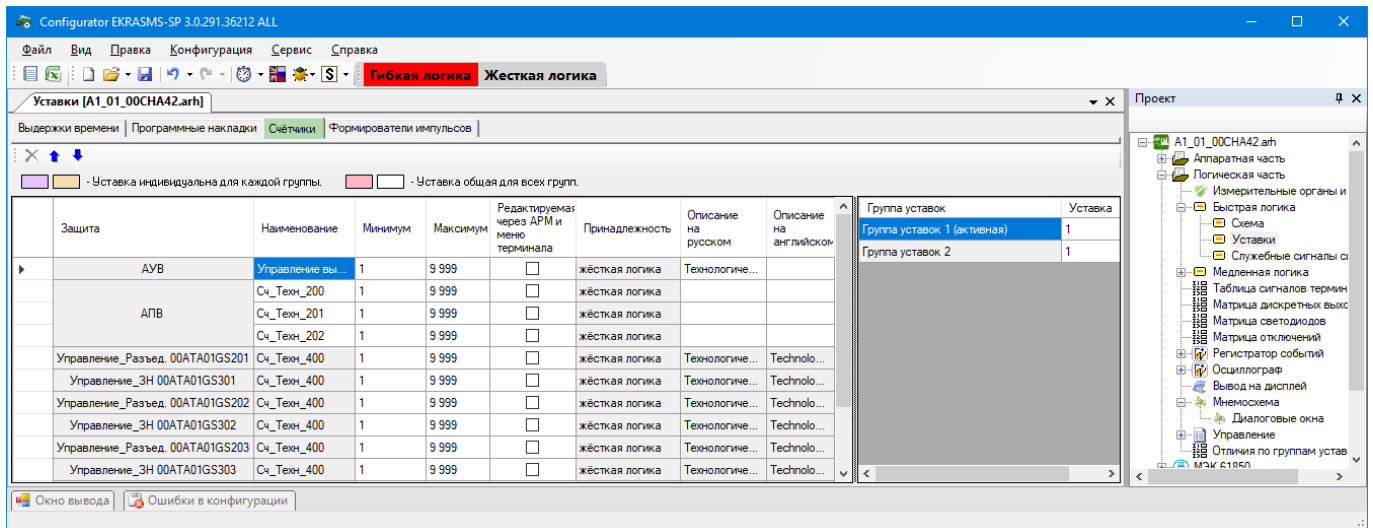

Рисунок 4.99
4.6.2.2.6 Вкладка **Счетчики** (см. рисунок 4.99) предназначена для установки параметров уставок счетчиков.